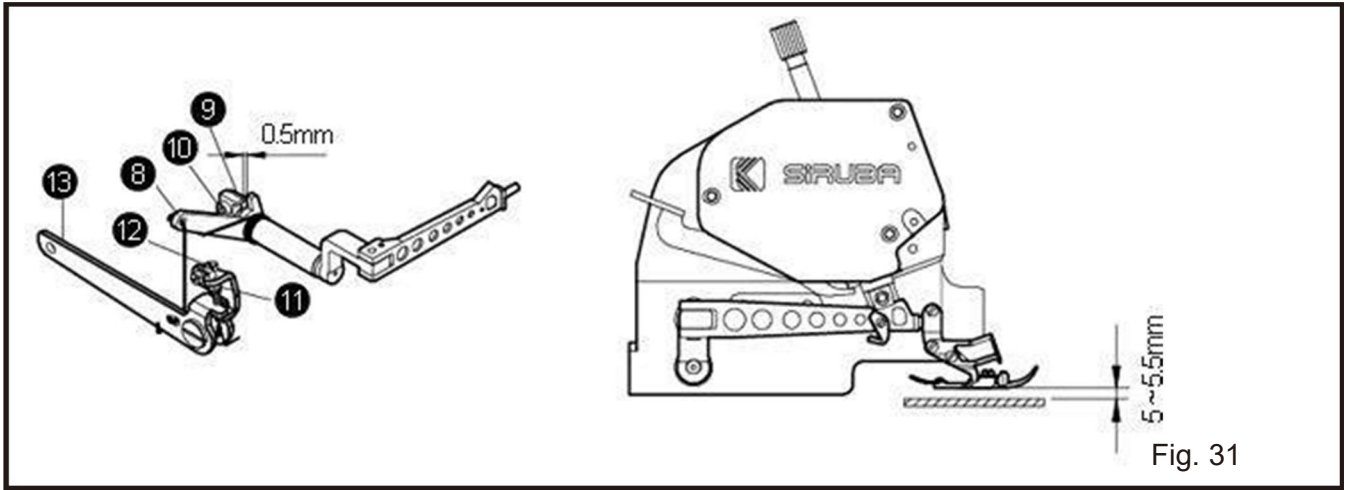

Fig. 31
- (1) Solte o parafuso ①, e pressione o tirante de tração ⑬ para levantar o calcador da placa da agulha cerca de 5,0 ~ 5,5 mm. Depois, ajuste o parafuso ⑫ e aperte a porca ⑪.
- (2) Deve haver uma folga de 1 mm entre o tirante de tração ⑧ e o suporte fixo, ⑨ que pode ser ajustada ao soltar levemente o ⑩.
- (3) Após todos os ajustes mencionados acima, aperte o parafuso ⑩. (Fig. 31)